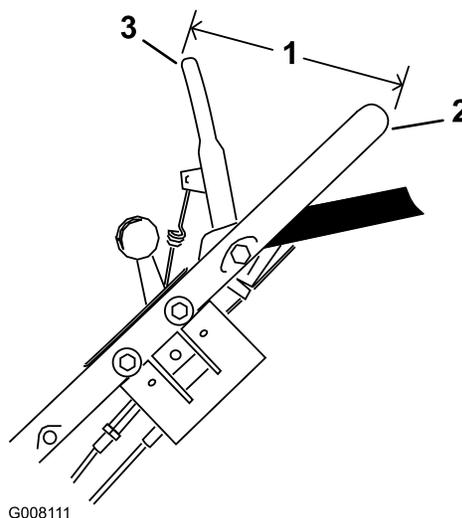

Figure 30
6. Maintenez la barre de commande de la lame de sorte que l'**extérieur** se trouve à 14 cm (5,5") de l'**extérieur** du guidon, puis tirez sur le câble pour éliminer le mou, mais sans tendre le ressort (Figure 30).